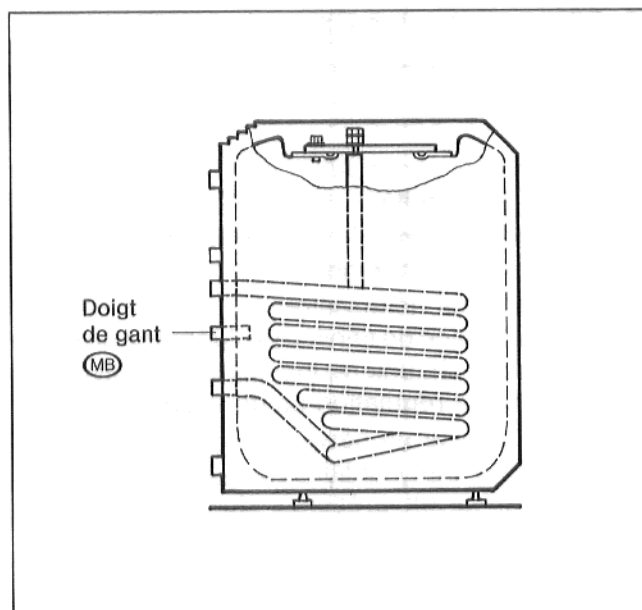

Fig. 9
- Monter les sondes dans le doigt de gant (MB) sur la face arrière du préparateur (fig. 9).